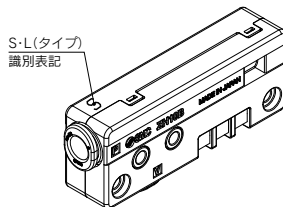

図12
##### ②ボックス形は到達真空圧力(Sタイプ、Lタイプ)によって識別表記を設けております。(図12)